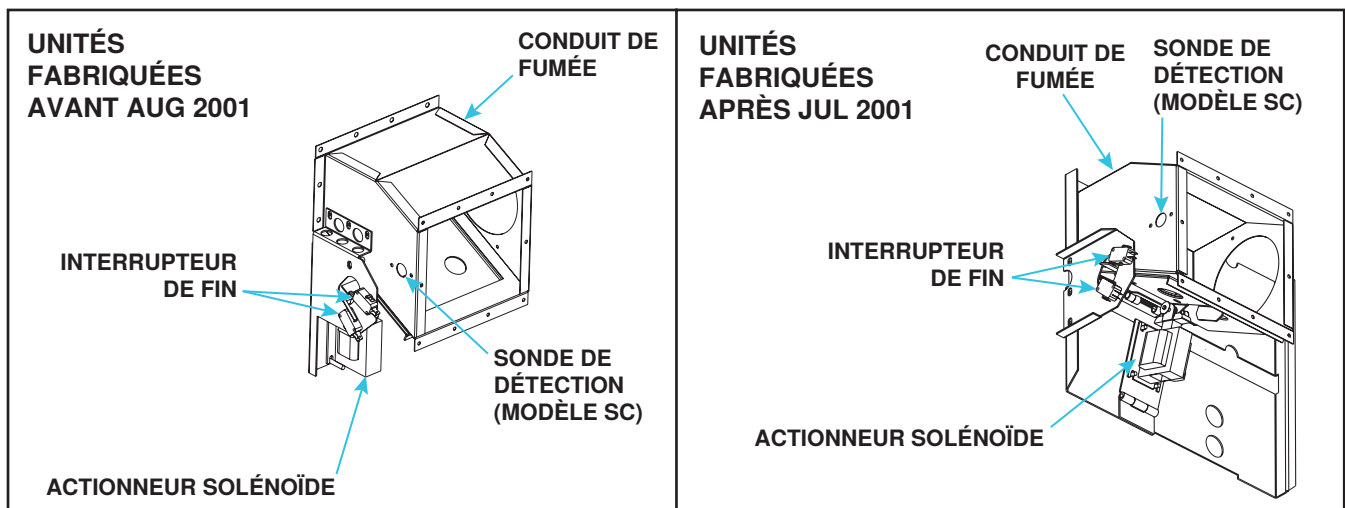

Figure 10. Ensemble de conduit de fumée et registre existant
4. Retirez le conduit de fumée et le registre existants avec actionneur à solénoïde (voir **Figure 10**) :